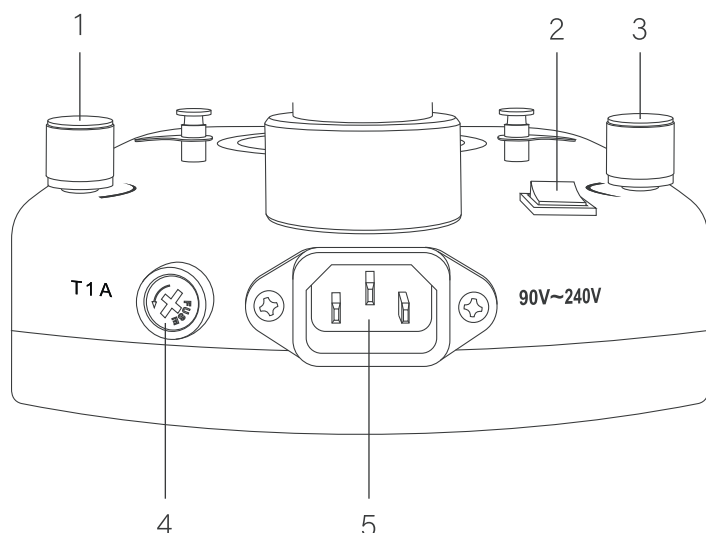

Рис. 8. Основание микроскопа.
- Подключите сетевой кабель к разъему на задней панели микроскопа 5 (рис.8) и включите его в розетку электропитания.
- Включите осветитель с помощью клавиши 2 (рис. 8) на задней панели штатива. В положении «-» осветитель микроскопа включен, в положении «0» - выключен.
- Отрегулируйте яркость света необходимого осветителя вращением рукояток 1 и 3 (рис. 8), так чтобы яркость света составляла приблизительно 60% от максимальной.
Рукоятка 1 (рис. 8) служит для регулировки яркости проходящего света, рукоятка 3 – отраженного. При необходимости исследовать полупрозрачные объекты для наглядного изучения их структуры возможно комбинировать свет обоих осветителей. Не следует на длительное время включать осветители на максимальную яркость – это приводит к сокращению срока службы источника света. Перед выключением осветителя микроскопа всегда уменьшайте яркость осветителей до минимума.